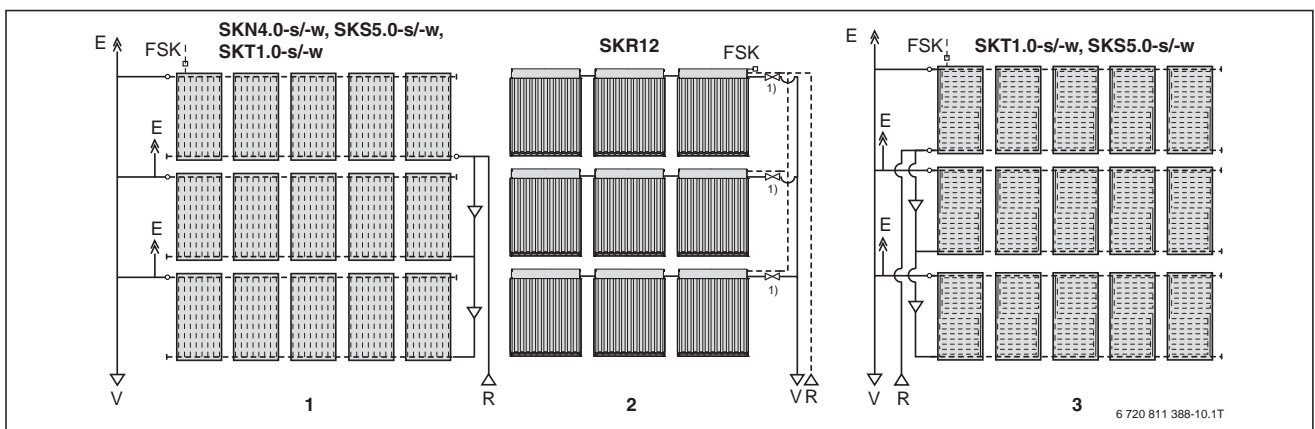

Bild 159 Parallelschaltung von Kollektorreihen nach Tichelmann
- ▶ Parallel geschaltete Reihen entsprechend dem Tichelmann-Prinzip hydraulisch verbinden (→ Bild 159).